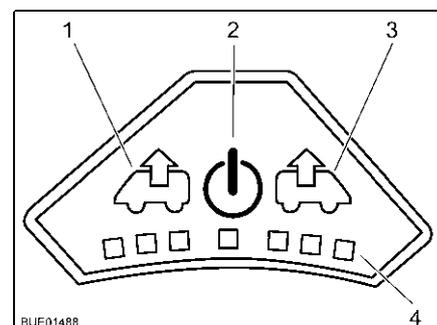

Bild 85 Bedienfeld des Ventilators
- Einschalten:** ■ Taste Ein/Aus (Bild 85,2) drücken. Der Ventilator läuft im Komfortmodus (Entlüften mit niedrigster Ventilatorzahl).
- Entlüften:** ■ Um die Ventilatorzahl zu erhöhen: Taste Entlüften (Bild 85,1) drücken. Die Ventilatorzahl in Entlüftungsrichtung nimmt um eine Stufe zu. LEDs (Bild 85,4) zeigen die Schaltstufen an.
■ Um die Ventilatorzahl zu verringern: Taste Belüften (Bild 85,3) drücken. Die Ventilatorzahl nimmt um eine Stufe ab.
- Um die Ventilatorzahl zu erhöhen: Taste Belüften (Bild 85,3) drücken. Die Ventilatorzahl in Belüftungsrichtung nimmt um eine Stufe zu. LEDs (Bild 85,4) zeigen die Schaltstufen an.
- Um die Ventilatorzahl zu verringern: Taste Entlüften (Bild 85,1) drücken. Die Ventilatorzahl nimmt um eine Stufe ab.
- Taste Ein/Aus (Bild 85,2) drücken. Der Ventilator stoppt, die LEDs erlöschen.